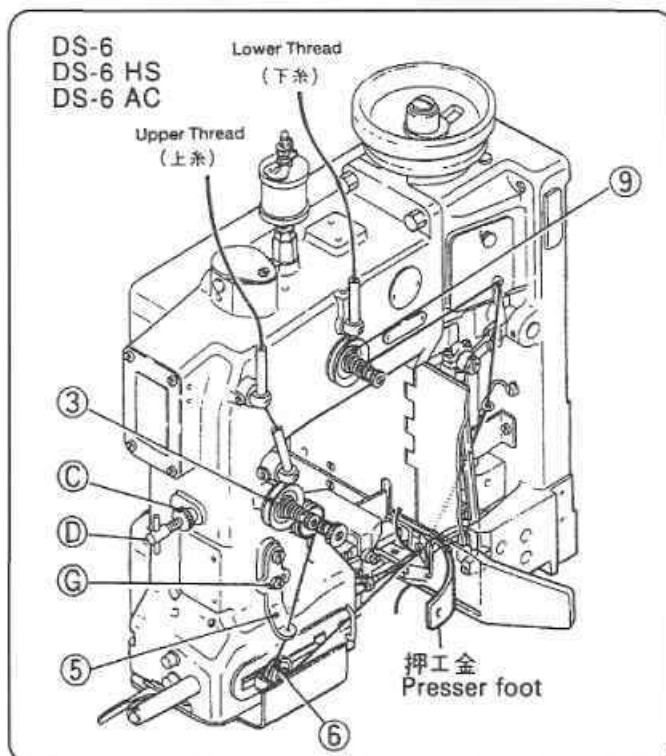

Fig.4
5-1. Thread Tension (See Threading Diagram) (Fig.4)
Proper thread tension may slightly vary with the type of bag and thread. The norm is given below. Thread tension regulators are mounted so that the tension is uniform for stitch length. To adjust the tightness of seam, adjust ③, ⑤, ⑥ and ⑨ in Fig.4.
5-1. 糸調子の調整(標準機の糸通し図) (Fig.4 参照)
糸調子<Fig.4> ③ ⑤ ⑥ ⑨の調整は袋と糸の種類で多少の違いがありますが、原則として次の通りに調整してください。
Presser foot pressure must be adjusted according to the material of bag and thickness. Check the reverse side of seams. The pressure is too strong if seams show a sign of scratches by feed dog teeth, or the actual stitch length is shorter than the preset feed rate of feed dog teeth. In this case, unscrew plate spring adjust screw ①, <Fig.4>, after loosening nut ③. Be sure to tighten the nut after the adjustment. If the pressure is too weak, seams do not form a straight line, or the stitch length is irregular. In this case, increase the pressure by screwing the plate spring adjust screw.
押工金の押エ圧は袋の材質や厚さの違いで調節してください。縫った袋の裏側の縫い目を見てください。送り金によって傷がつき、また縫い目幅が送り量より小さいときは押エ圧が強すぎます。<Fig.4>のナット②を緩め①の板バネ調節ネジを緩めて調節してください。そのあとナット②をしっかり締めてください。押エ圧が弱いと縫い目が直線に縫えず、また縫い目幅も不揃いになります。前述の調整と逆に調節ネジを締めてください。麻袋など厚物の袋を縫うときは押エ圧を弱くしてください。PPクロス袋など薄物の袋を縫うときは押エ圧を強めにしてください。工場出荷のときはクラフト3層の紙袋に合わせた調整をしています。